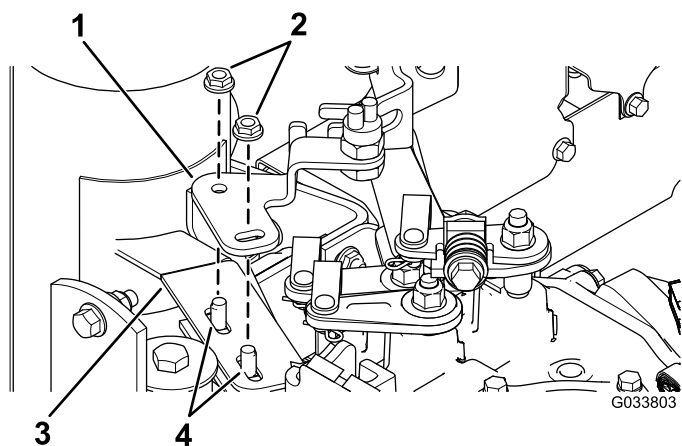

Figura 4
3. Montate la staffa dell'interruttore a sfera sul telaio della marmitta con 2 bulloni a testa tonda (5/16" x 1") e 2 dadi di bloccaggio (5/16") come illustrato nella Figura 4.